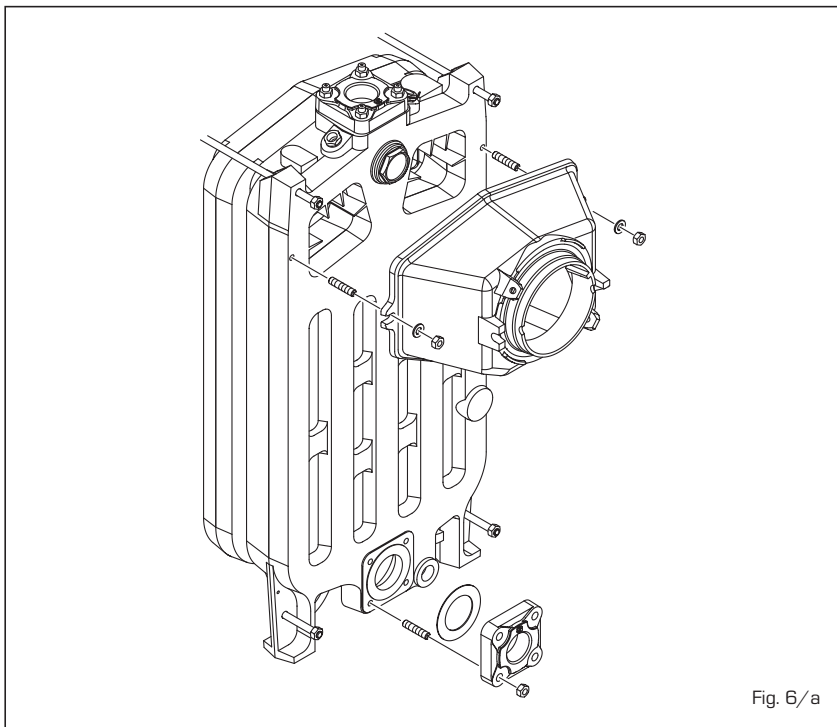

Fig. 6/a
- limpar as conexões cónicas e lubrificá-las com óleo de linho antes de os introduzir na extremidade posterior (fig. 6);
- montar a câmara de fumo e a flange como indicado na fig. 6/a.